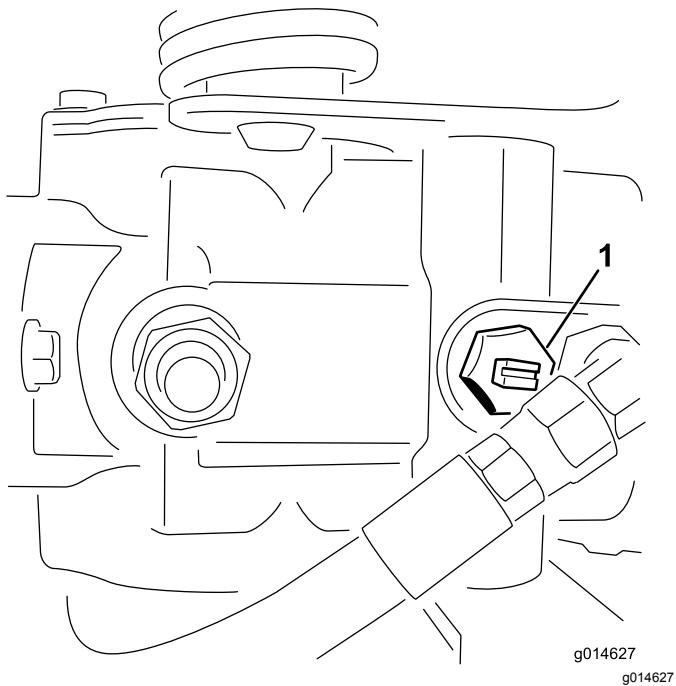

Figura 24
1. Localize a válvula de derivação na bomba e rode-a de forma a que a ranhura fique na vertical (Figura 24).
2. Antes de ligar o motor, feche a válvula de derivação rodando-a de forma a que a ranhura fique na horizontal (Figura 24).